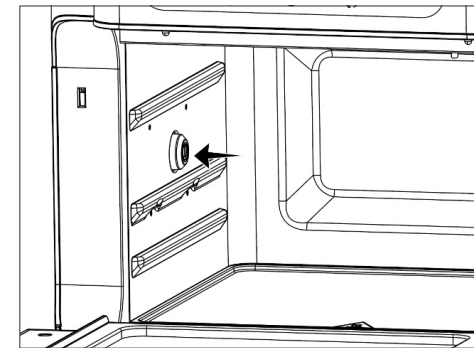

Figura 1
- Utilizando el mango (I), coloque la varilla/árbol del accesorio (F, G, H) en el enganche izquierdo (figura 1) y coloque el extremo derecho en la ranura del soporte. (figura 2)